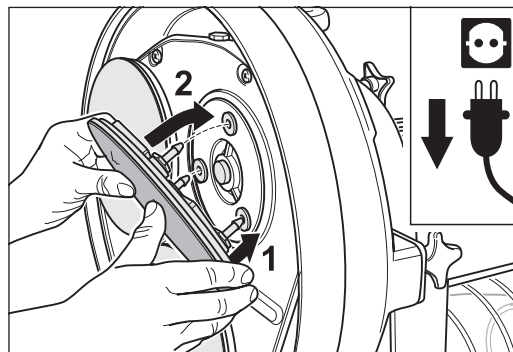

Fig. 8 Placez un boulon de fixation sur le rebord d'un support en caoutchouc et positionnez les autres boulons de fixation et enfoncez-les jusqu'à la butée.
- 6 Montez les plateaux de ponçage souhaités en plaçant l'un des trois boulons de fixation sur le support en caoutchouc, en positionnant les deux autres boulons de fixation sur les supports en caoutchouc correspondants puis en enfonçant entièrement le plateau de ponçage jusqu'à la butée (fig. 8).